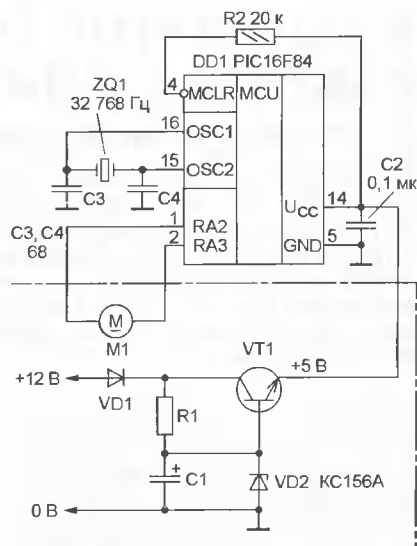

Рис. 3
Принципиальная схема устройства управления шаговым двигателем на PIC-контроллере изображена на **рис. 3**. Как видно, стабилизатор напряжения питания оставлен без изменений, заменен только стабилизатор с целью понижения напряжения (эксплуатировать PIC-контроллер при верхнем значении питающего напряжения не рекомендуется). Кварцевый резонатор ZQ1 — от прецизионных часов. Номинал резистора R2 (любий малогабаритный) — от 10 до 39 кОм, конденсатора C2 (KM) — от 0,1 до 1 мкФ, C3, C4 (K10-17-1) — от 68 до 100 пФ.